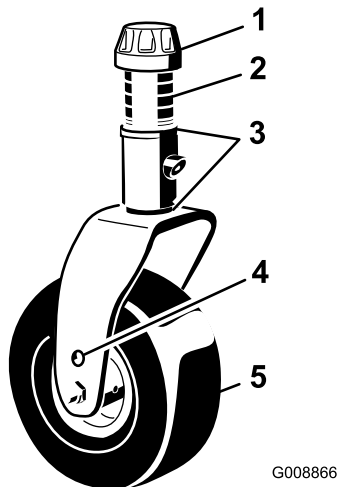

Bild 14
11. Setzen Sie die 3-mm-Beilagscheiben an den Laufradgabeln auf der jeweiligen Schnitthöhe ein, die auf dem Schild angezeigt wird (Bild 14); siehe „Einstellen der Mähwerkneigung“.